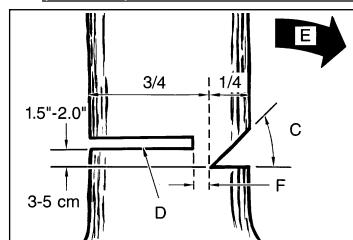

Рис. 11B
ПРЕДУПРЕЖДЕНИЕ: Не стойте у дерева с той стороны, на которой сделана зарубка. Сделайте валочный распил (D) на противоположной стороне дерева на 3-5 см выше плоскости направляющего распила (C) (Рис. 11B).